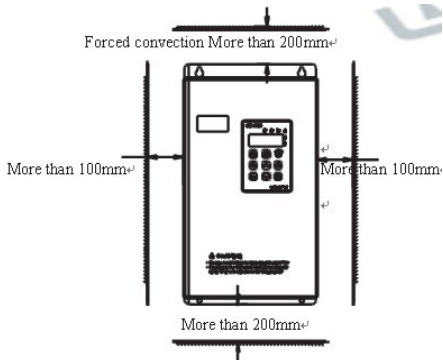

Рис.3-1 Монтажное пространство и расстояния
- (1) В основном вертикально.
- (2) Требования к месту установки и расстояниям указаны на Рис.3-1.